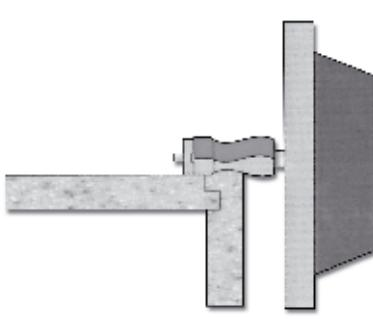

Fig. 7
- 13.15 Veillez à ce que le raccord entre la découpe de la plaque et l'encoche ne soient ni trop juste ni trop large. **Fig. 7.**
- 13.17 Usinez les deux bords à l'aide d'une mèche spéciale à cet effet, avec palier en nylon, en travaillant à partir du bord supérieur. **Fig. 7.**